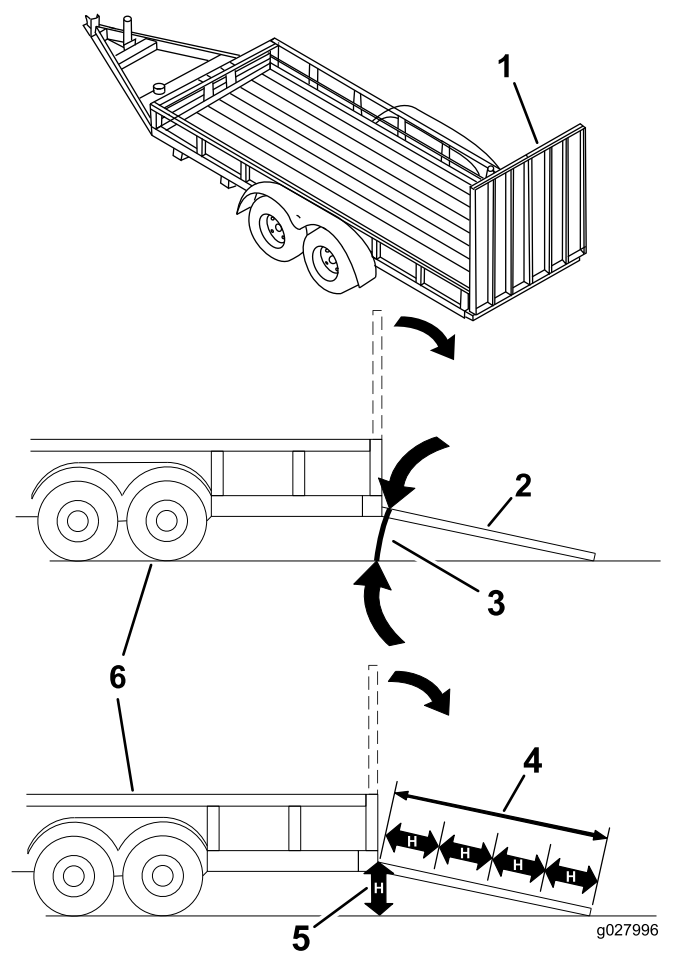

Figura 37
Quando si carica la macchina su un trailer o un autocarro si aumenta il rischio di ribaltamento, che può causare gravi ferite ed anche la morte (**Figura 37**).
3. Abbassate la rampa, assicurandovi che l'angolazione tra la rampa e il terreno non superi 15 gradi (Figura 37).
1. Abbassate la rampa, assicurandovi che l'angolazione tra la rampa e il terreno non superi 15 gradi (Figura 37).